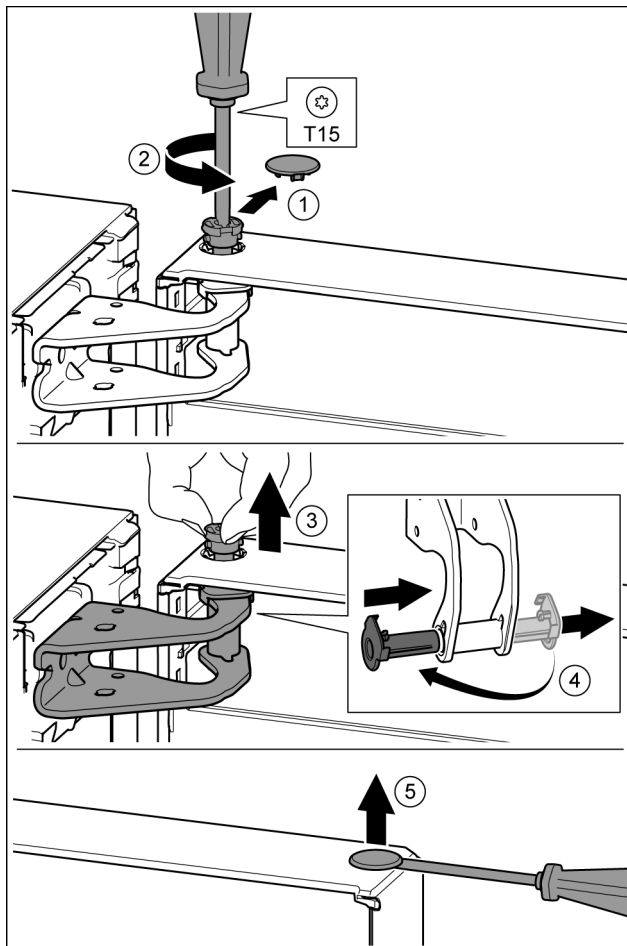

Fig. 22
- ▶ Осторожно снять предохранительную крышку. Fig. 22 (1)
- ▶ Немного выкрутить палец отверткой T15. Fig. 22 (2)
- ▶ Удерживать дверь и вытянуть палец рукой. Fig. 22 (3)
- ▶ Опорную втулку вывести из направляющей. Установить и зафиксировать с другой стороны. Fig. 22 (4)
- ▶ Осторожно приподнять шлицевой отверткой заглушку из опорной втулки двери и вынуть. Fig. 22 (5)